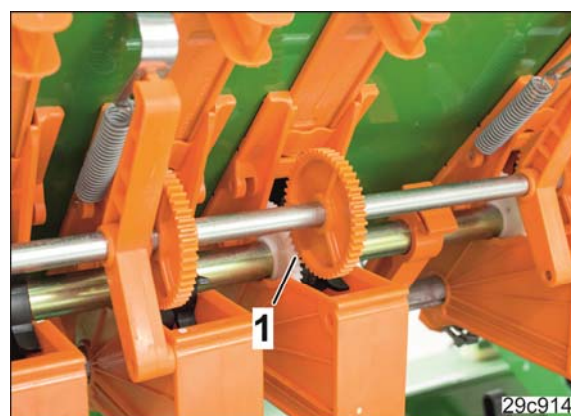

Fig. 236
1. Montieren Sie das Zahnrad (Fig. 236/1) auf der Bohnensäwelle.